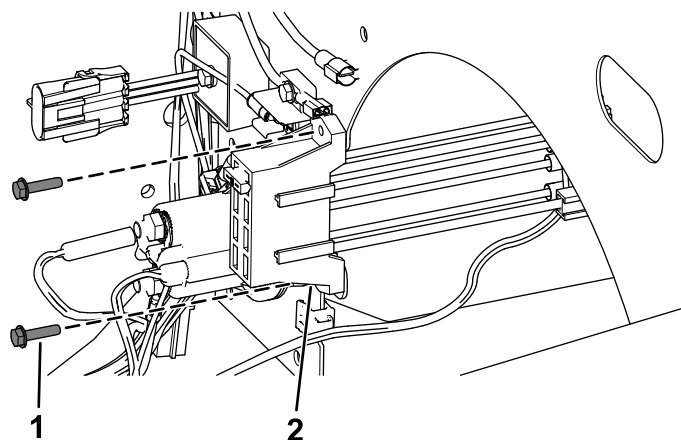

Рисунок 21
- Для машин с серийным номером **403448001** и выше: прикрепите новый блок предохранителей с помощью 2 самонарезающих винтов, как показано на Рисунок 21.